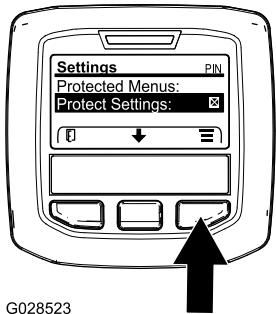

Figura 11
1. Dal MENU PRINCIPALE, premete il pulsante centrale per scorrere fino al MENU IMPOSTAZIONI, poi premete il pulsante destro (Figura 11).